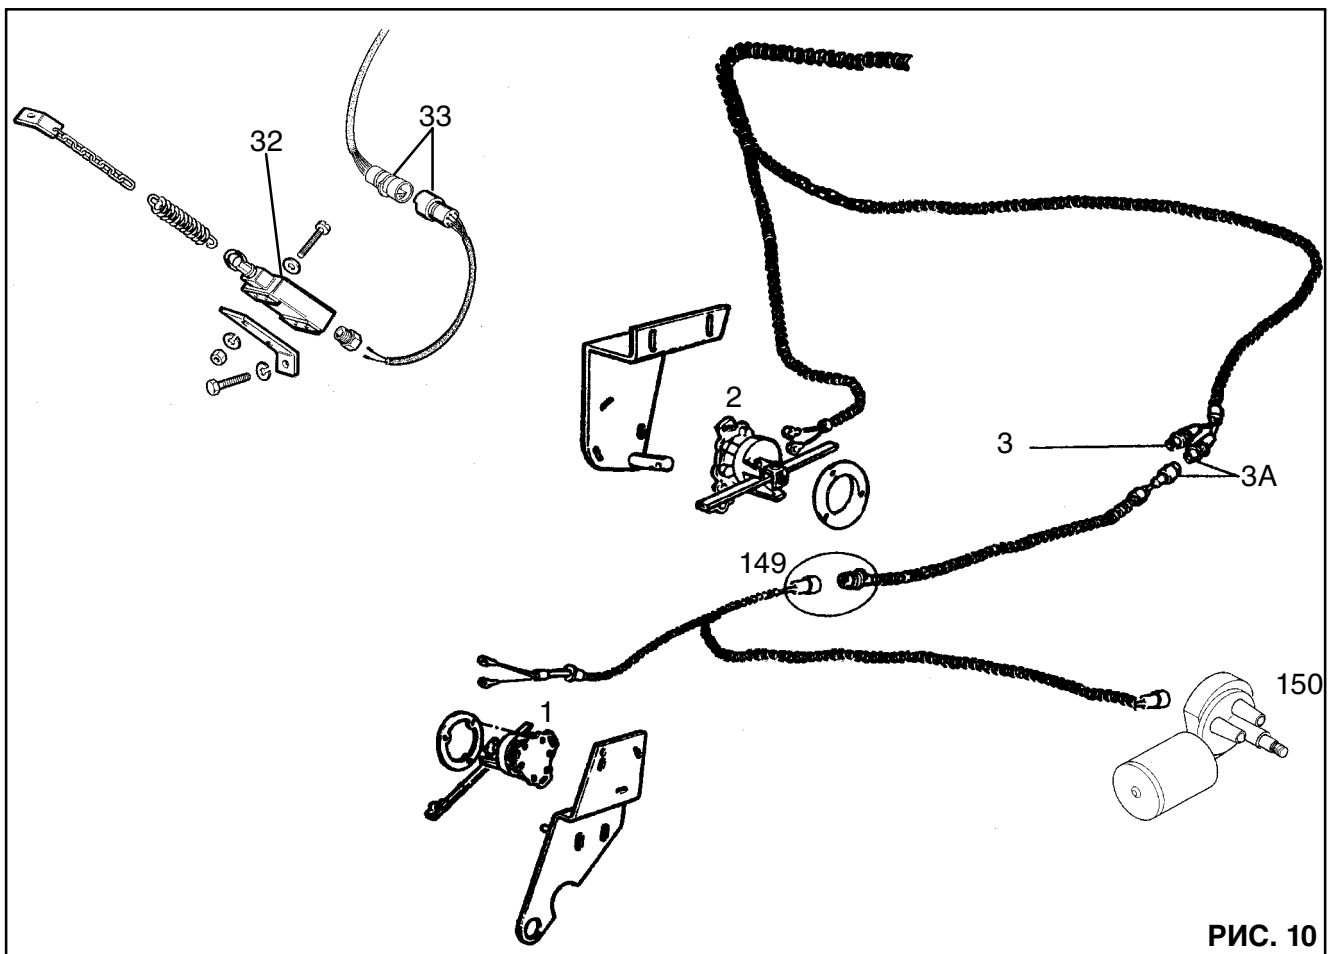

РИС. 10
**МИКРОВЫКЛЮЧАТЕЛЬ ВКЛЮЧЕНИЯ СЧЕТЧИКА ОБРАБОТАННЫХ ГЕКТРОВ - Рис. 10**
УПРАВЛЕНИЕ ЛЕЗВИЯМИ ЖАТКИ - Рис. 10**
- 33. Разъем для дополнительного кабеля микровыключателя счетчика обработанных гектаров (см. Рис. 10)